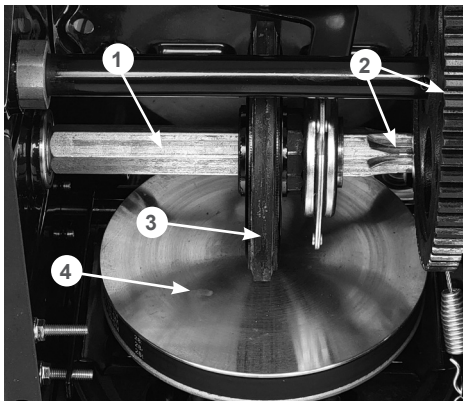

Рис. 34 Обслуживание трансмиссии
Если при нажатом рычаге включения хода снегоотбрасыватель не движется или при нажатии на рычаг включения хода слышны посторонние звуки, а регулировка длины троса включения хода не позволяет устранить проблему, возможно, фрикционное колесо 3 (Рис. 34) полностью износилось и его необходимо заменить.
4. Нанесите универсальную низкотемпературную смазку CHAMPION EP-0 тонким слоем на шестигранный вал 1 фрикционного колеса и зубья шестерен 2 (Рис. 34).
Не допускайте попадания смазки на резиновое фрикционное колесо 3 и ведущий диск 4 (Рис. 34).
5. Проверьте состояние фрикционного колеса 3 (Рис. 34). Если высота резинового кольца относительно фрикционного колеса 2 мм и менее, если на резиновом кольце имеются повреждения и разрывы, фрикционное колесо необходимо заменить.